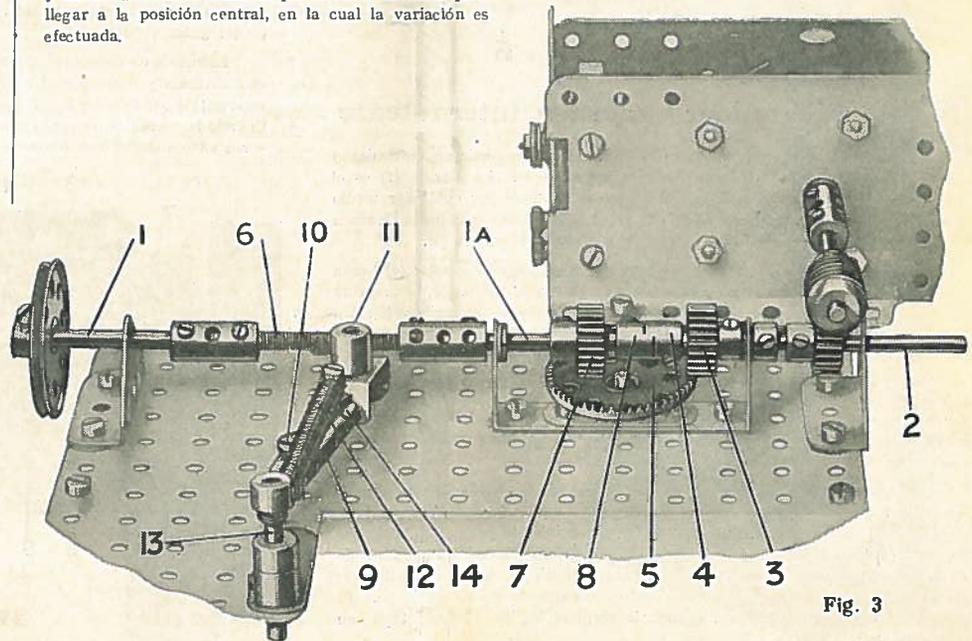

Fig. 3
En Fig. 3 se puede ver un engranaje de inversion que, a intervalos regulados, variará automáticamente la dirección de una Varilla impulsada. La fuerza del Motor puede transmitir por medio de un engranaje conveniente al Eje (1) por el eje intermediario (2). Este eje (2) lleva un Piñón de 19 m.m. (3) que engrana constantemente con una Rueda Catalina (5), y una parte de Enchufe de Embreaje (4). Una Varilla roscada pequeña (6) se coloca en el centro del eje impulsado y se fija entre los Acoplamientos montados en las Varillas cortas (1) y (1A). Todo el eje (1), (6), puede deslizarse en sus cojinetes, y lleva un Piñón de 19 m.m. (7) y otra parte de Enchufe de Embreaje (8), que son arreglados de modo que cuando los Enchufes de Embreaje (8), (4), se enchufan entre sí, el Piñón (7) no engrana con la Rueda Catalina (5). En esta posición los ejes (1) y (2) giran como si fuesen un eje solo, y la Rueda Catalina gira en vano. En la segunda posición del eje impulsado, el Enchufe de Embreaje se desenchufa, y el Piñón (7) engrana con la Rueda Catalina (5), de modo que la Varilla (1) es impulsada en una dirección contraria a la dirección de la Varilla (2), efecto causado por la transmisión que efectúa la Rueda Catalina (5).